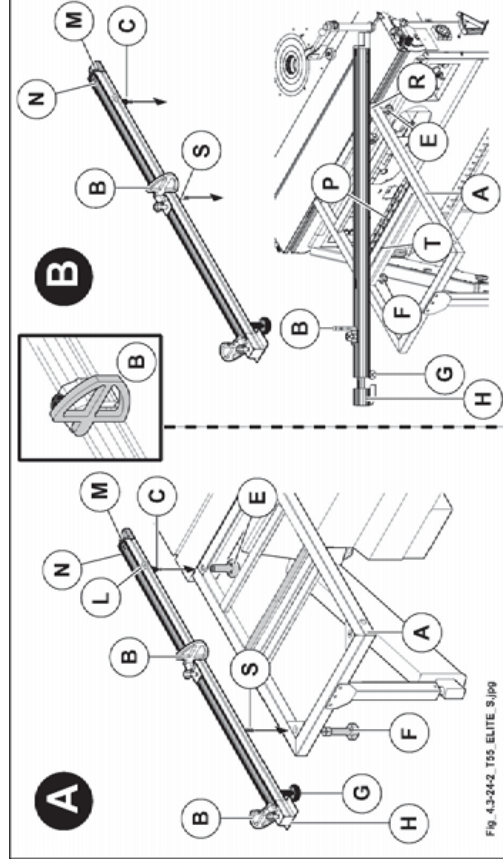

Abb. 4.3-24-2
- 1) Teleskopschiene auf den Rahmen (A Abb. 4.3-24-2) auflegen und dabei den Drehzapfen (C Abb. 4.3-24-2) in das Loch (R Abb. 4.3-24-2) und den Drehzapfen (S Abb. 4.3-24-2) in den Schlitz (T Abb. 4.3-24-2) einstecken.
- 2) Zum Gebrauch ist die Schiene gemäß den Angaben auf dem Schild (P Abb. 4.3-24-2) aufzulegen. Kugelgriffe (F Abb. 4.3-24-2) und (E Abb. 4.3-24-2) anziehen.
Das Lineal weist einen Teleskopauszug (H Abb. 4.3-24-2) auf, der falls erforderlich nach dem Lösen des Knaufes (G Abb. 4.3-24-2) ausgezogen werden kann.
Wenn der Splitterschutz (M Abb. 4.3-24-2) abgezogen ist, ist er durch Lockern der Schrauben (N Abb. 4.3-24-2) an das Fräse heranzuführen.
Das Teleskoplineal wird mit den Anschlägen (B Abb. 4.3-24-2) geliefert. Diese können rasch für Bearbeitungen mit Anleihen oder mit Schub positioniert werden, indem man sie einfach umdreht.